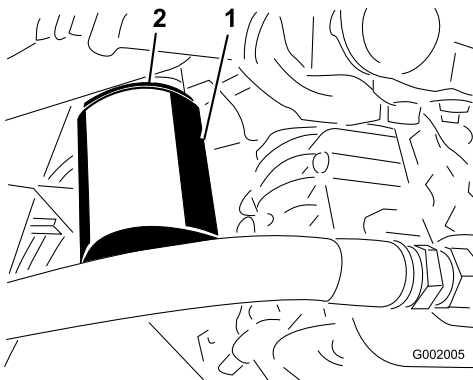

Bild 70
4. Entfernen Sie den Filter (Bild 70).